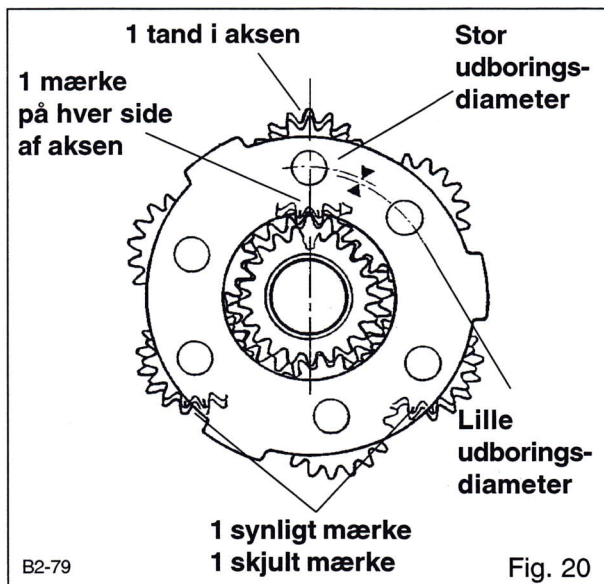

Fig. 20
- Monter de to koblingsplader (45) inde i differentialhjulholderens boks (39) i den korrekte monteringsretning.
- Anbring afmærkningerne (kørnerslag) på differentialhjulene som vist på Fig. 20.
- Monter planethjulene (40) og (47), og indsæt aksialnålelejet og aksialkuglelejet (48) og (49) imellem.
- Monter skiverne (42) og (44), aksialnålelejet og aksialkuglelejet (43).
Beregning af indstillingen (Fig. 20)